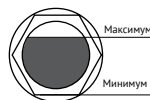

рис. 2
6.4 Перед запуском компрессора проверьте уровень масла в картере, он должен соответствовать среднему значению, между максимальным и минимальным уровнем в контрольном окне уровня масла (рис.2).